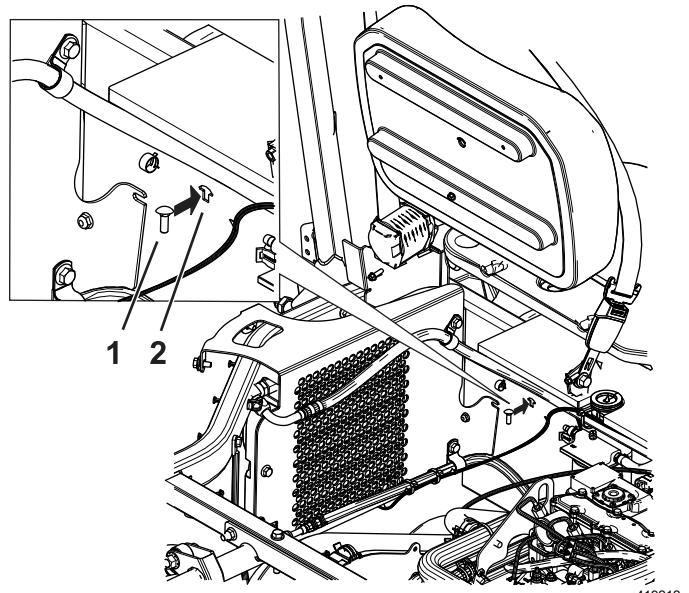

Bild 46
13. Bringen Sie bei Benzinmotoren die Schlossschraube ( $\frac{1}{4} \times \frac{3}{4}$ ") und eine Sicherungsmutter ( $\frac{1}{4}$ ) an der Maschine an; verwenden Sie hierfür die Aussparung für die Schlossschraube (Bild 46).